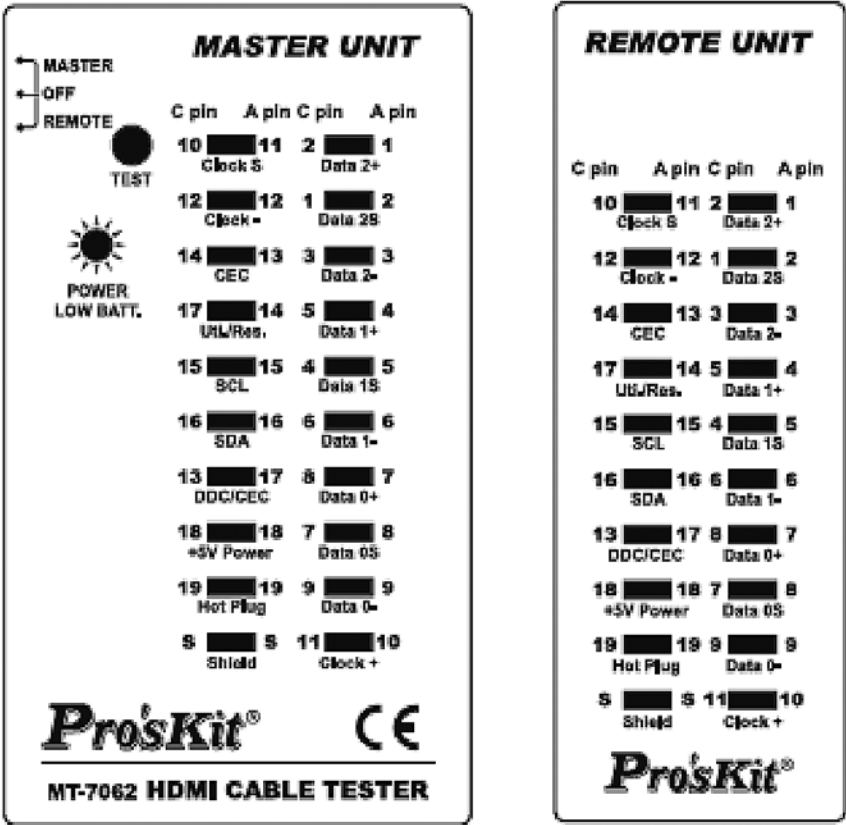

Рис. 6. Прямое правильное подключение (Straight)
- Прямое «1-в-1» подключение (Straight): индикаторы 1–19 и светодиод Shield на основном блоке и модуле для удаленного контроля блока покажут результаты тестирования (рис. 6).
- Прямое «1-в-1» подключение (Straight): индикаторы 1–19 и светодиод Shield на основном блоке и модуле для удаленного контроля блока будут показывать результаты тестирования проводов кабеля поочередно (см. рис. 6).
2. Возможные результаты проверки в этом режиме аналогичны приведенным для тестирования в замедленном режиме (см. рис. 6–9).